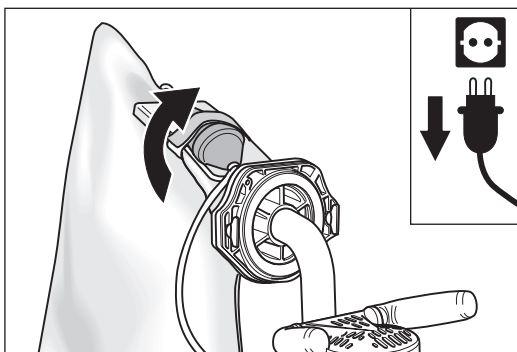

Bild 16 Ta ut kopplingen ur kardborröglan på dammpåsen.
- 3 Ta ut förlängningskabelns koppling ur kardborröglan på dammpåsen (bild 16).